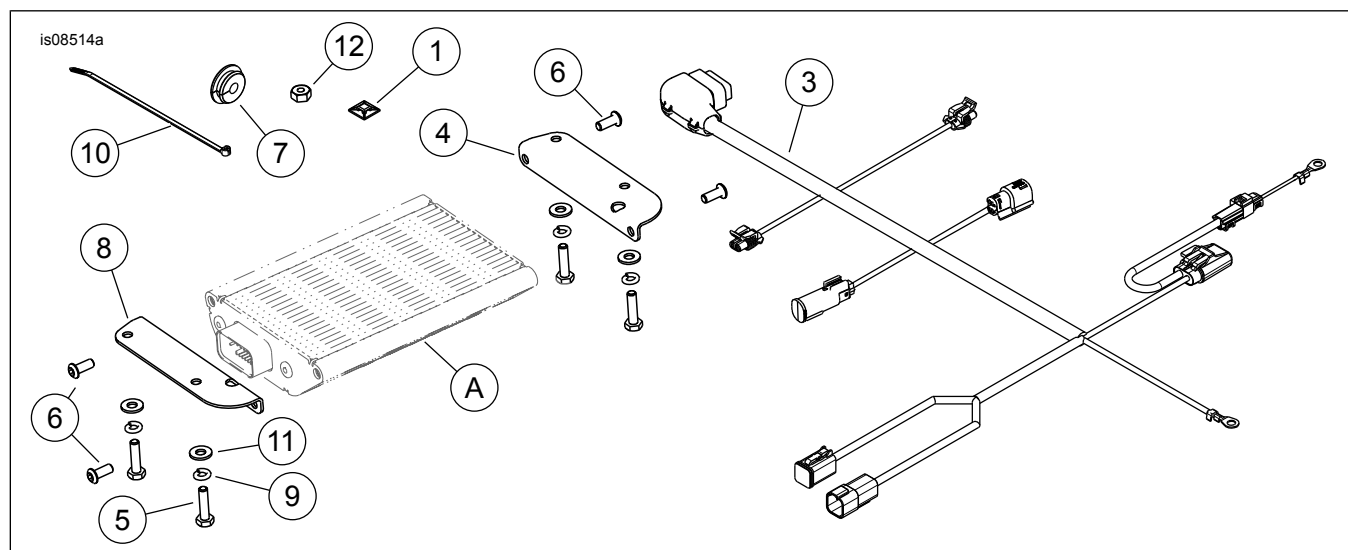

Figura 5. Parti di ricambio, kit di installazione dell'amplificatore
Vedere Figura 5 e Tabella 1.
1. Pulire l'etichetta indicante la capacità dentro il Tour-Pak con una miscela al 50% di alcol isopropilico e al 50% di acqua distillata. Vedere Figura 5. Applicare la **nuova** etichetta indicante la capacità (2) dal kit in modo da coprire l'etichetta originale. Notare il limite di carico rivisto, dovuto all'installazione dell'amplificatore.
2. Installare le staffe (4 e 8) sull'amplificatore (A) con le viti (6). Serrare in sequenza alternata le viti.
Questi fori sono per le guide [36TB] e [37TB] del cablaggio dell'amplificatore (Figura 5, elemento 3), che vengono collegate durante l'installazione del kit altoparlante Tour-Pak Boom! Audio Stage II.